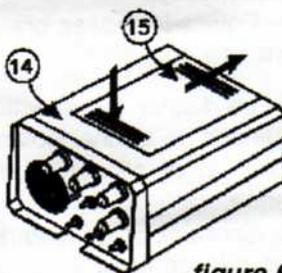

figure 6
**ALIMENTATION: (figure 6)****Musketeer Colt Musketeer XS**
1)- On accède au compartiment conteneur des piles en poussant sur le couvercle situé sous le boîtier. figure 6